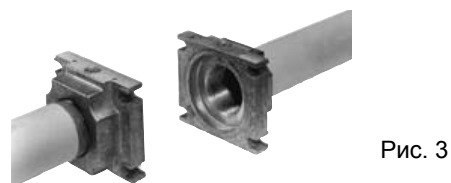

Рис. 3
1. Установить фланец на трубе. Использовать соответствующую применяемому газу оснастку (Рис. 3)